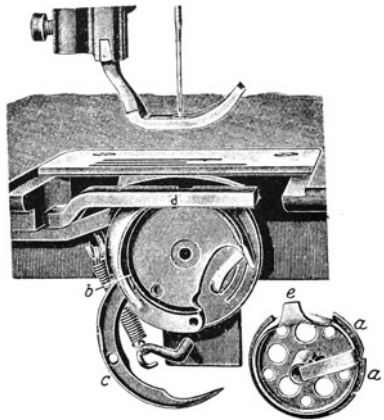

Abb. 26. Ansicht des Greifers mit abgenommenem Spulengehäuse.
2. **Durch einen an dem Spulengehäuse befindlichen Randflansch**, der in eine im Greiferkessel befindliche Nut eingreift (Abb. 26 a, b). Will man das Spulengehäuse aus dem Greiferkessel entfernen, so dreht man den mit einer kleinen Schraube gehaltenen Hebel c, Abb. 26 seitwärts¹⁾. Die Drehung des Gehäuses wird dadurch verhindert, daß ein Ausschnitt an seinem äußeren Rande um einen Vorsprung des oberhalb gelagerten **Spulengehäusehalters** d greift (oder umgekehrt sein Vorsprung e in einen Ausschnitt des letzteren).